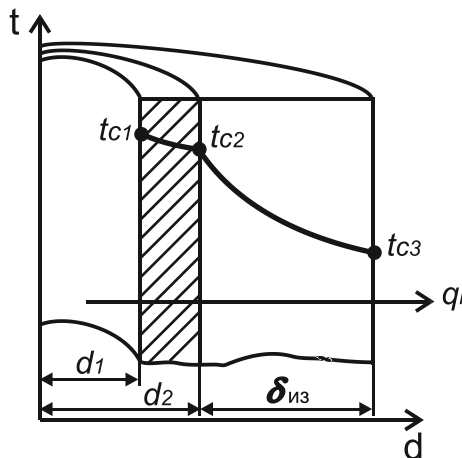

Рис. 2.1
**2.3.** Стальной трубопровод горячей воды диаметром  $d_1/d_2 = 190/200$  мм покрыт слоем изоляции толщиной  $\delta_{из} = 50$  мм (рис. 2.1), коэффициент теплопроводности трубы  $\lambda_1 = 50$  Вт/м·К, изоляции  $\lambda_2 = 0,08$  Вт/м·К. Температура на внутренней поверхности трубы  $t_{c1} = 150$  °С, а на наружной поверхности изоляции  $t_{c3} = 50$  °С. Найти тепловые потери с 1 м трубопровода и температуру на границе соприкосновения изоляции и трубопровода.